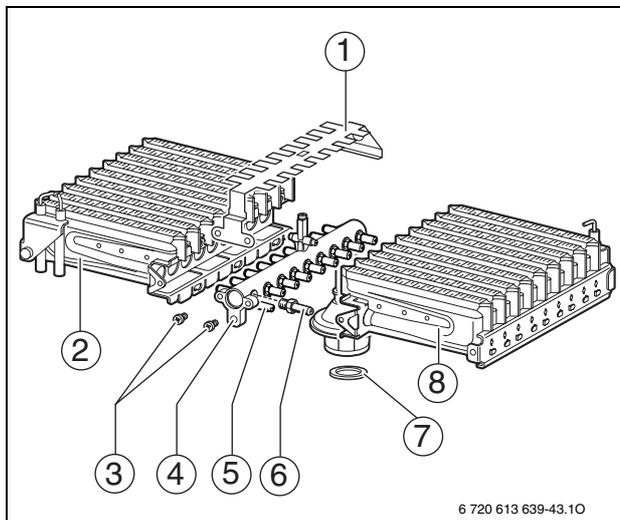

Рис. 35
- ▶ Заменить форсунки (6).
- ▶ Установить горелку (→ рис. 35, поз. 2 и 8).
- ▶ Демонтировать горелку (→ рис. 35, поз. 2 и 8 /→ глава 12.2.1).